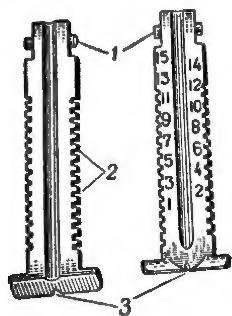

Рис. 12. Прицельная планка:
13. Прицельная планка (рис. 12) служит для установки хомутика на требуемую дистанцию. На верхней плоскости планки с правой стороны нанесены четные цифры от 2 до 14, а с левой стороны — нечетные цифры от 1 до 15, а в измененной винтовке цифры нанесены и на нижней плоскости прицельной планки. Расстояния между делениями соответствуют 100 м дальности стрельбы.